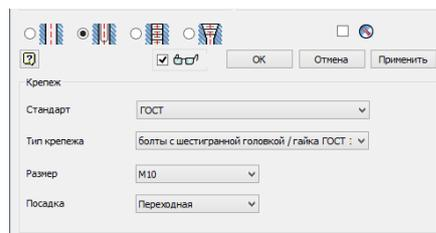

Рис. 11. Окно «Крепеж»
15. Укажите параметры резьбы в поле «Крепеж» (рис. 11).